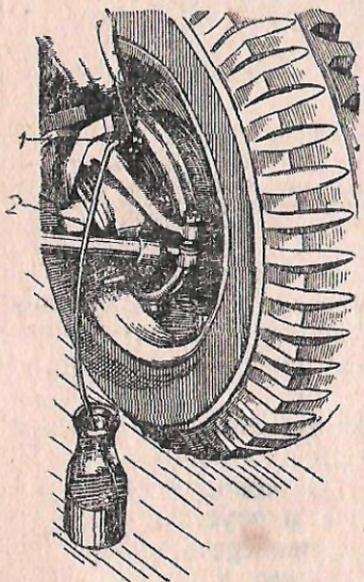

Рис. 82. Присоединение шланга для удаления воздуха из гидравлического привода тормозов:
2) плотно надеть на ниппель рабочего цилиндра шланг, другой конец которого погрузить в тормозную жидкость, налитую в чистую стеклянную банку (рис. 82);